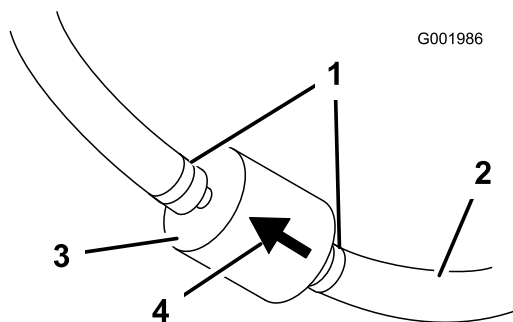

Figura 31
5. Apriete los extremos de las abrazaderas y deslícelas por el tubo alejándolas del filtro (Figura 31).